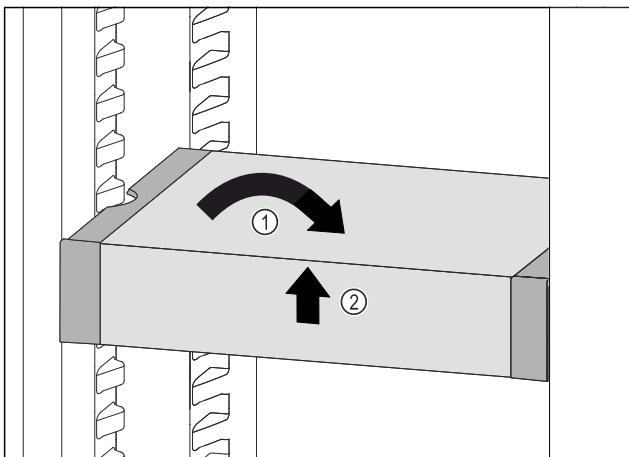

Fig. 130
- Collocare VarioSafe in maniera dritta. Fig. 130 (1)
- Sollevare VarioSafe dal lato anteriore. Fig. 130 (2)